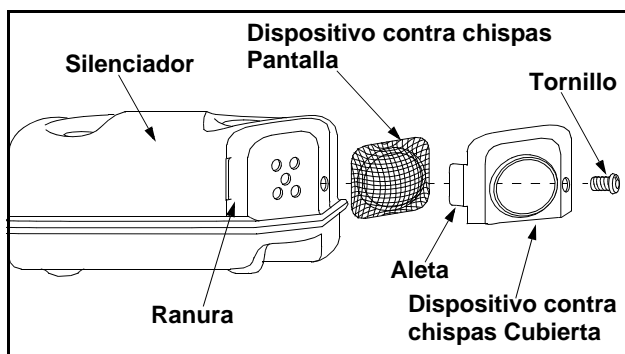

Figura 12
- Extraiga el tornillo conectando la tapa del dispositivo contra chispas al silenciador. Vea Figura 12.